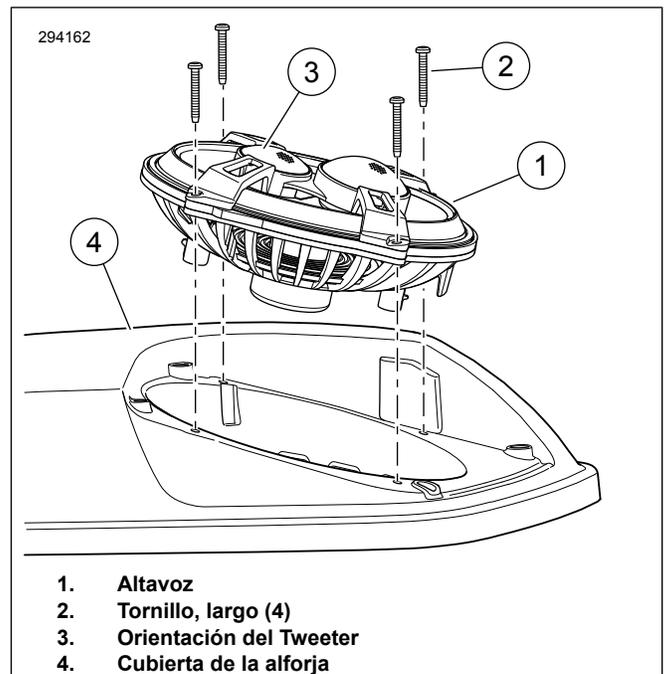

Figura 7. Orientación del altavoz
13. Consulte la Figura 7. Ubique el altavoz tweeter más pequeño (3) hacia la parte trasera de la alforja, tal como se muestra.
14. Asegure el altavoz (1) con los cuatro tornillos largos (2). Apriete alternativamente los tornillos a: